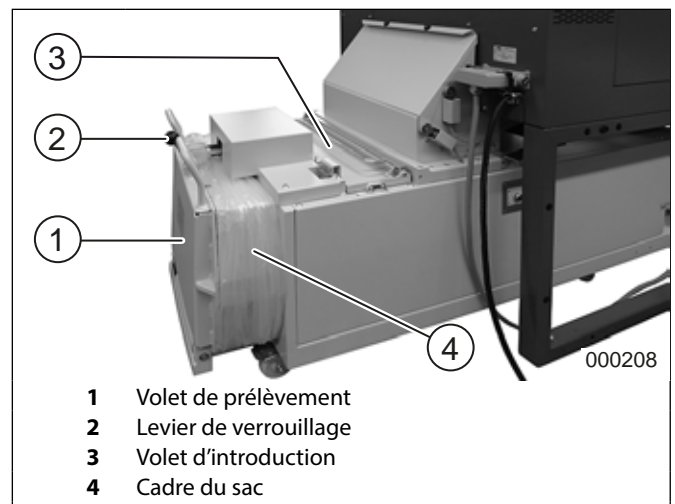

fig. 17 Ouverture du volet de prélèvement
Une pression prolongée sur ce poussoir (au moins pendant 2 secondes) fait légèrement reculer le vérin de compression et fait légèrement avancer le levier de verrouillage (fig. 17/2) (annulation de la pression exercée sur le volet de prélèvement).
Le volet de prélèvement (fig. 17/1) peut alors être ouvert, ce qui est nécessaire lorsque le compacteur a comprimé un balle et que celle-ci est prête pour l'éjection.
1. Ouvrir le volet d'introduction (fig. 17/3).
6. Fermer le volet d'introduction (fig. 17/3).
### Ouverture du volet de prélèvement (fig. 17/1):
1. Appuyer sur le poussoir « Ouverture volet de prélèvement » (fig. 12/2). Le vérin de compression recule légèrement et le levier de verrouillage (fig. 17/2) avance légèrement pour relâcher la pression exercée sur le volet de prélèvement.
1. Fermer le volet d'introduction (fig. 17/3).
2. Ouvrir le volet de prélèvement (fig. 17/1).
4. Retirer le sac de son cadre (fig. 17/4).
5. Fermer le volet de prélèvement (fig. 17/1) ainsi que le volet d'introduction (fig. 17/3) si le destructeur de documents doit également être utilisé.
4. Introduire les bobines de bande (fig. 22/2) sur le porte-bobine (fig. 22/1) comme illustré avec les extrémités vers le bas (fig. 17).